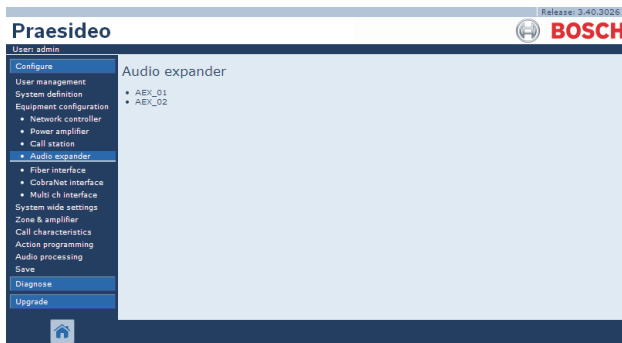

abbildung 44.36: Konfiguration des Audio-Expanders, Schritt 1
- 1 Rufen Sie *Configure > Equipment configuration > Audio expander* auf. Im Mainframe der webbasierten Benutzeroberfläche erscheint ein Bildschirm, der dem in abbildung 44.36 ähnelt.